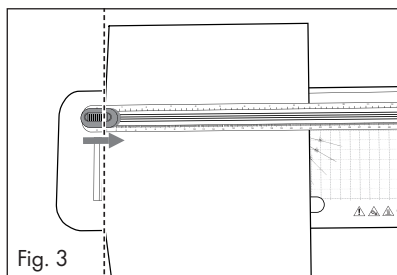

Fig. 3
- 3) Utilisez les repères sur la règle de coupe 3 pour aligner exactement le papier/film si vous souhaitez par exemple le raccourcir ou le couper en biais (voir fig. 3 et 4).